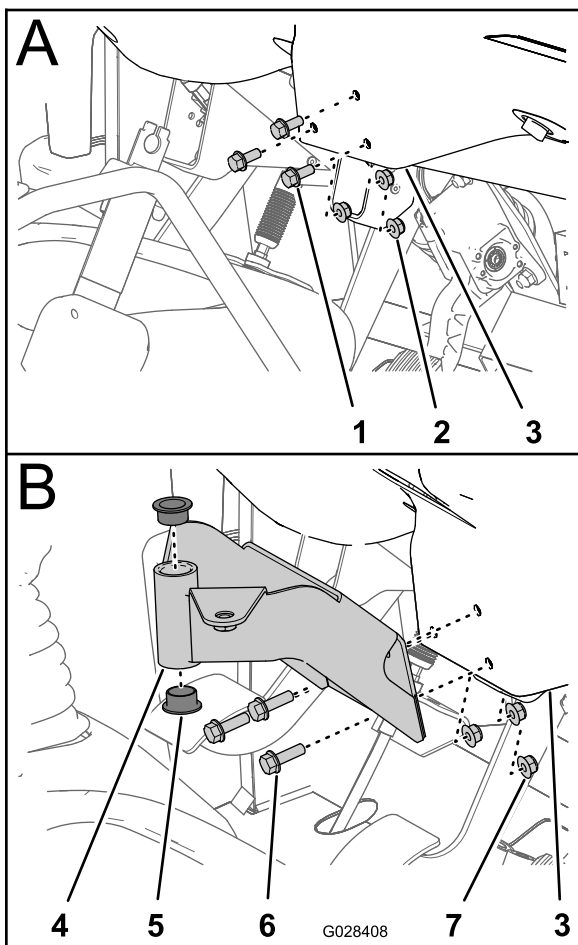

Figura 17
1. Retire os três parafusos e as três porcas que prendem a parte central inferior do painel de instrumentos ao suporte de apoio do painel (Figura 17).
2. Alinhe os furos no suporte de montagem da consola de controlo com os furos no tablier e suporte de apoio (**Figura 17**).
4. Aperte os parafusos e porcas com uma força de (**Figura 17**).
5. Insira os dois casquilhos plásticos no suporte de montagem (**Figura 17**).